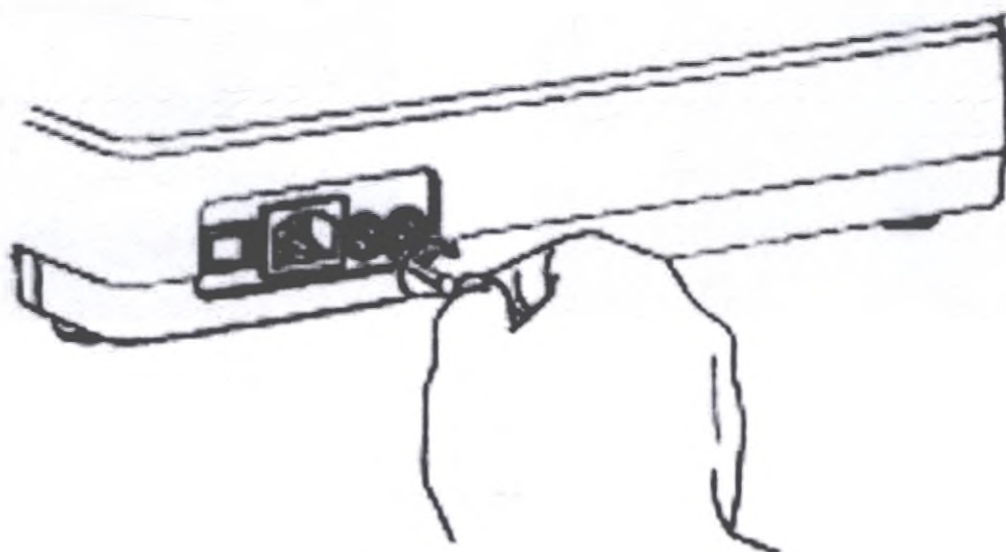

Рисунок 63 – Замена предохранителя
4. Вставьте крышку предохранителя, затем с помощью плоской отвертки поверните по часовой стрелке (рисунок 63).